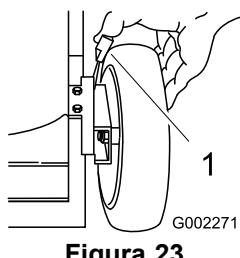

Figura 23
1. Tire de la palanca de ajuste de la altura de la rueda hacia la rueda (Figura 23) y muévala a la posición deseada.